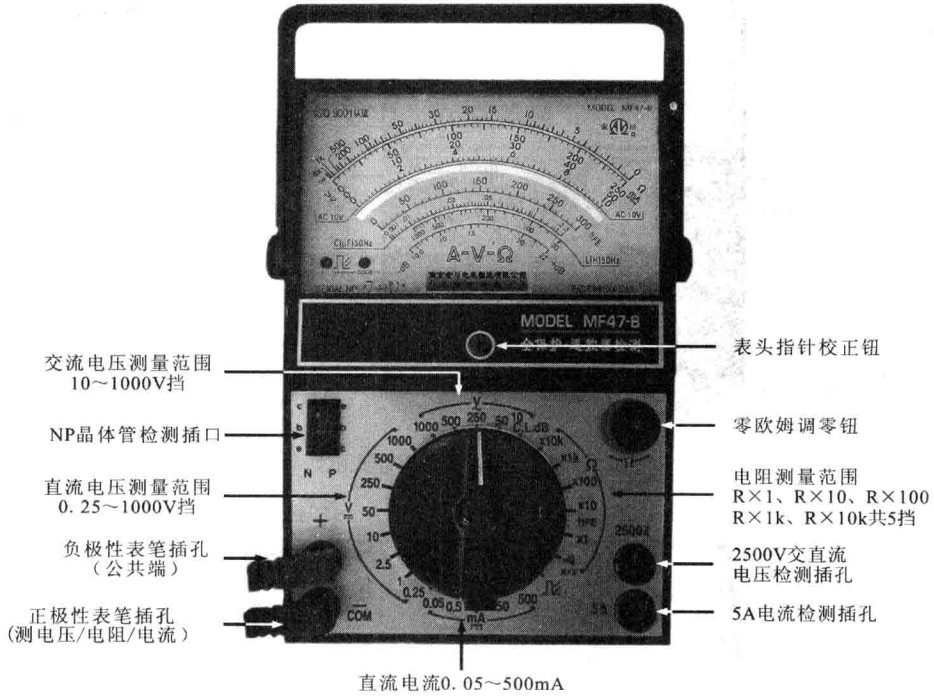

图 1-5 单旋钮指针式万用表
- 单旋钮指针式万用表。图 1-5 所示为典型的单旋钮指针式万用表, 它是通过表盘下面的旋钮设置不同的测量项目和挡位的。